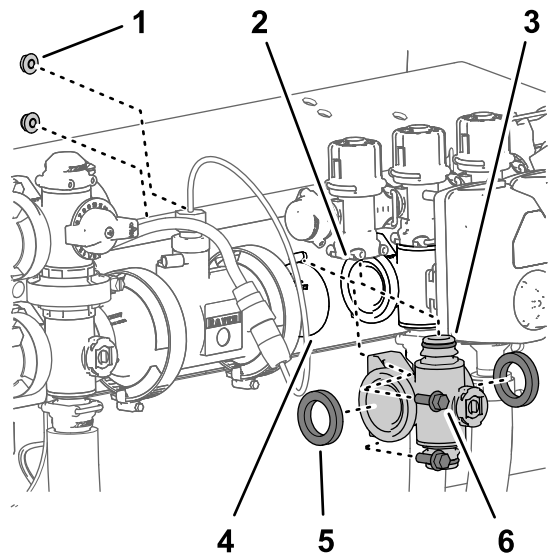
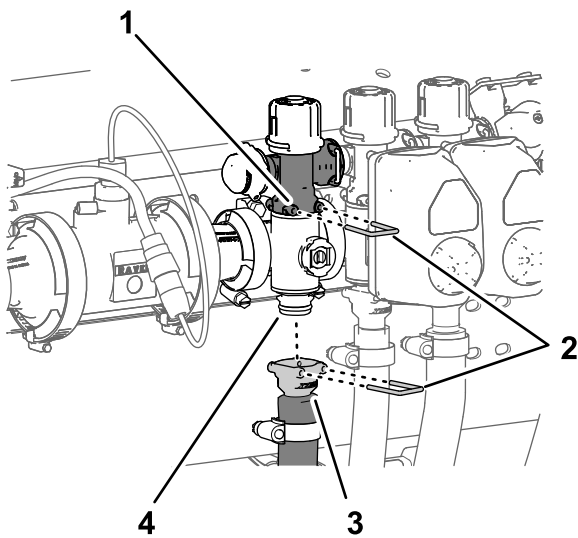

Bild 127
Bild 128
1. Fluchten Sie die zwei Dichtungen, die Sie in Entfernen des Abschnittverteilterventils \(Seite 89\) entfernt haben, mit den Flanschen des Abschnittventilverteilers aus (Bild 127).
2. Fluchten Sie den Flansch des Abschnittventilverteilers zwischen den Flanschen der anderen Abschnittventile und/oder dem Kupplungsadapter aus (Bild 127).
3. Befestigen Sie das Schnellkupplungsanschlussstück des Abschnittventilverteilers mit einem Schnellkupplungsstift am Schnellkupplungsunterteil des Abschnittsicherheitsventils (Bild 127 und Bild 128).
Entfernen des Abschnittverteilterventils \(Seite 89\) entfernt haben, an der Ventilstütze (Bild 127).
8. Befestigen Sie die Schnellkupplung des Abschnittschlauchs mit dem Schnellkupplungsstift am Schnellkupplungsanschlussstück des Abschnittventilverteilers (Bild 128).